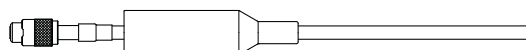

Рис. 3-4. Размещение приемной части протектора разъема IP172 на кабельном удлинителе EA40x
- Приемная часть протектора разъема IP172 (см. спецификацию IP172) устанавливается на сборке кабельного удлинителя EA40x, как показано на Рисунок 3-4.
Чтобы разместить приемную часть протектора разъема IP172 на кабельном удлинителе EA40x, следует ознакомиться с Рисунок 3-4, после чего:
- 2- Совместить отверстие малого диаметра приемной части протектора разъема IP172 с инструментом. Смазать отверстие малого диаметра протектора разъема (или самого инструмента) порцией силиконовой смазки размером с горошину, как показано знаком  на Рисунок 3-4).